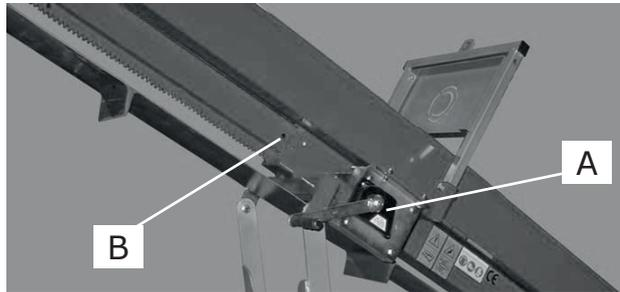

Abb. 12
- Prüfen Sie an jedem Arbeitstag die Spannung der Gummimatte des Förderbands. Wenn nötig, spannen Sie es mit der Winden mit Kupplung (**Bez. A Abb. 12**) bis die Bohrung (**Bez. B Abb. 12**) außerhalb der Halteprofile des Bandes erscheint.